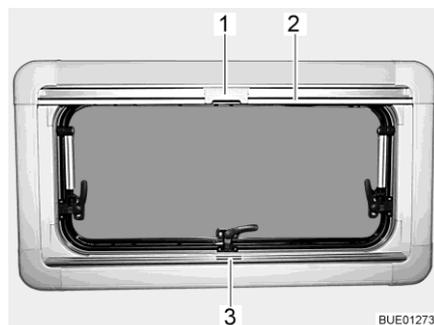

Fig. 86 Fenêtre projetante
- Saisir le dispositif occultant plissé par le centre de la barre-poignée (Fig. 86,3), le tirer du bas vers le haut et le relâcher à la hauteur voulue. Le dispositif occultant plissé reste alors à cette hauteur.
- Tirer la moustiquaire par la barre-poignée (Fig. 86,2) vers le bas jusqu'à ce qu'elle entre en contact avec celle du dispositif occultant plissé (Fig. 86,3).
- Verrouiller le cran (Fig. 86,1) de la moustiquaire avec la barre-poignée du dispositif occultant plissé.
- Presser le cran (Fig. 86,1) en haut de la moustiquaire vers l'arrière.
- Ramener lentement la moustiquaire en arrière au moyen de la barre-poignée (Fig. 86,2).